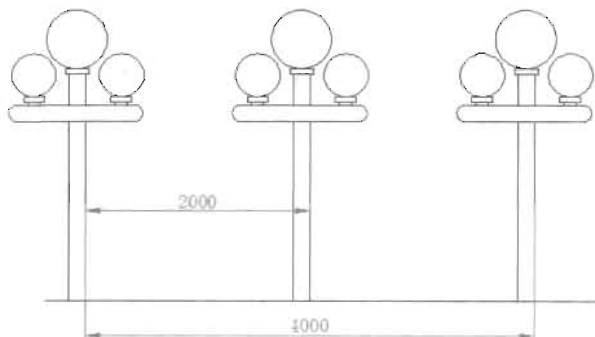

图 4-41
(2) 单击“修改”工具栏中的“复制”按钮，将路灯复制出 3 个，如图 4-41 所示，命令执行过程如下。